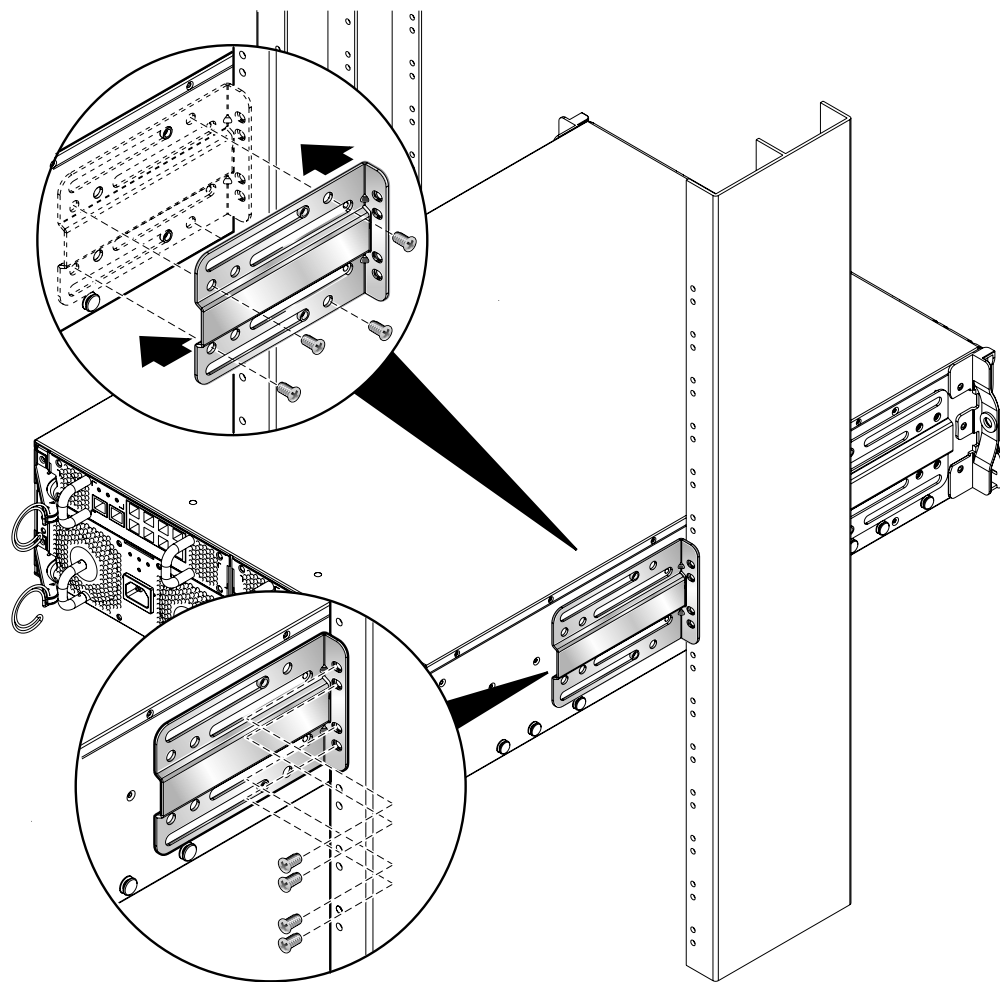

図 3-12 背面側の固定部品の取り付け (19インチ 2ポストトラック)
5. 背面側の固定部品をシステムシャーシに取り付けて、2ポストトラックに取り付けます (図 3-12)。